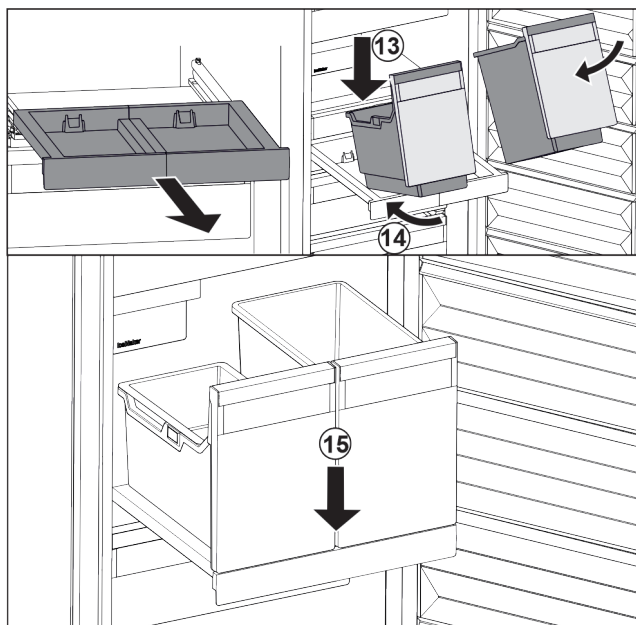

Fig. 31
- ▶ Nasad'te nádobu šikmo na vysouvací desku. Fig. 31 (13)
- ▶ Zasuňte nádobu šikmo dozadu. Fig. 31 (14)
- ▶ Usad'te vpředu nádobu. Fig. 31 (15)